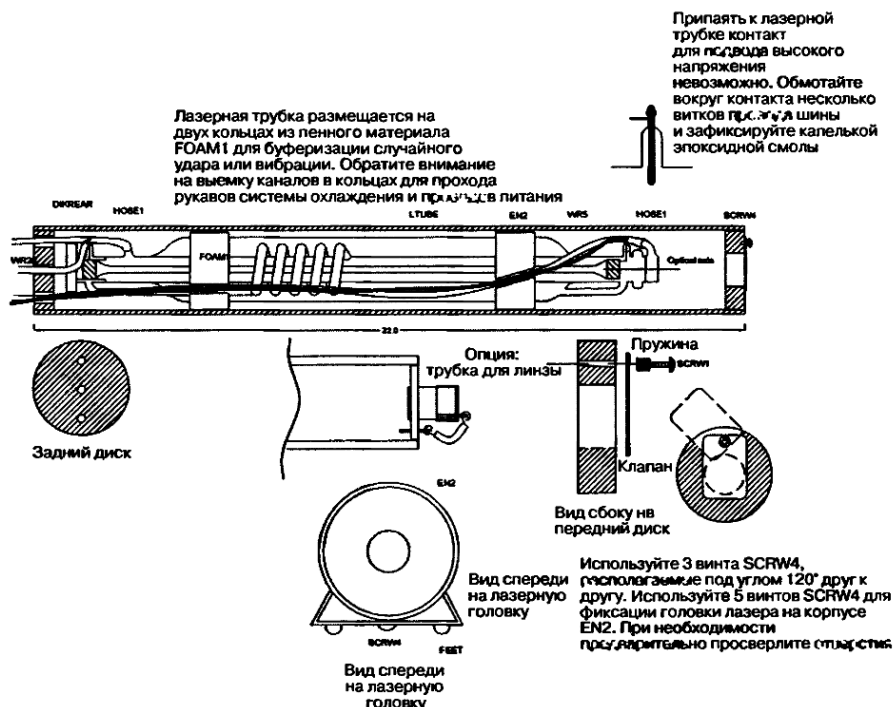

Рис. 8.17. Лазерная головка. Вид сбоку и с торца
1. Изготовьте корпус лазерной головки из поликарбонатной трубки длиной 55,88 см с толщиной стенок 0,32 см и внутренним диаметром 6,25 см, как показано на рис. 8.17. Чистый пластик позволяет видеть внутреннюю часть головки, но в то же время непрозрачен для лазерного излучения 10,6 мк.
- Изготовьте основание лазерной головки (HEADBASE) из листа алюминия толщиной 0,09 см и длиной 56 см (см. рис. 8.17). Обратите внимание на загнутые под острым углом края для обеспечения плотного контакта со сторонами трубки и крепления винтами.
- Изготовьте клапан для закрытия выходного отверстия лазера из алюминия 3,18×4,45×0,09 см. Закруглите края и просверлите отверстие для оси клапана (см. рис. 8.17).